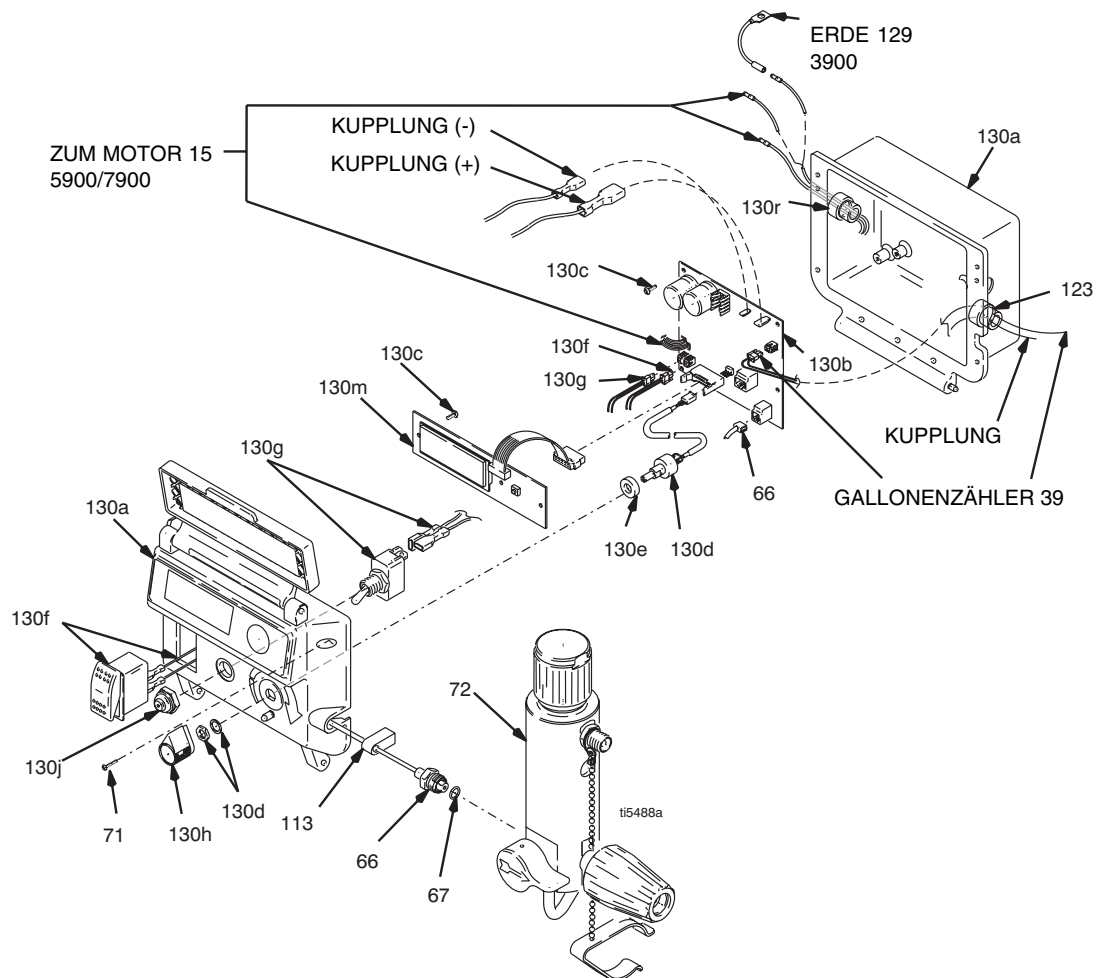

ABB. 14
12. ABB. 14. Kupplungskabelstecker an der Innenseite des Druckreglers anschließen.
1. ABB. 14. Die beiden Schrauben (71) entfernen und die Abdeckung (130a) nach unten klappen.
1. ABB. 14. Die beiden Schrauben (71) entfernen und den Deckel (130a) nach unten klappen.
- Kabel vom Druckwandler (66)
- Kabel vom Gallonenzähler (39)
1. ABB. 14. Die Steuerkarte (130b) mit vier Schrauben (130c) befestigen.
2. Kabel des Drucksensors (66) von der Steuerkarte (130b) abziehen.
3. Den Drucksensorstecker durch die Gummitülle (113) ziehen.
4. Drucksensor (66) und O-Ring (67) vom Filtergehäuse (72) entfernen.
1. ABB. 14. O-Ring (67) und Drucksensor (66) im Filtergehäuse (72) einbauen. Mit 3,9–5 Nm festziehen.
3. Kabel des Drucksensors (66) an der Steuerkarte (130b) anschließen.
4. Deckel (130a) hochklappen und mit zwei Schrauben (71) befestigen.
2. ABB. 14. Potentiometer, Wellenmutter, Sicherungsscheibe und Potentiometerknopf (130h) installieren.